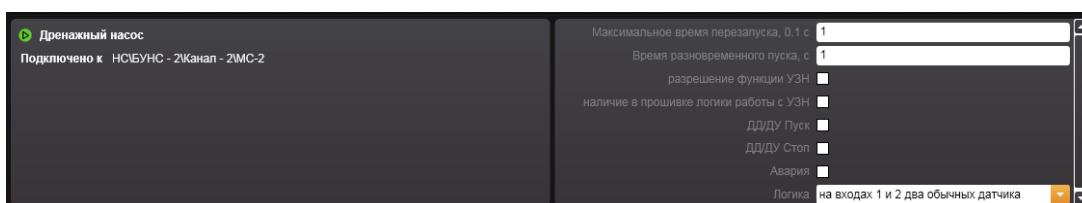

Рисунок 14.3.62 – Свойства адресного устройства Дренажный насос
- 23) При выделенной в рабочей области строке адресного устройства **Дренажный насос**, подключаемого к устройству НС, поле свойств устройства отображает (Рисунок 14.3.62):